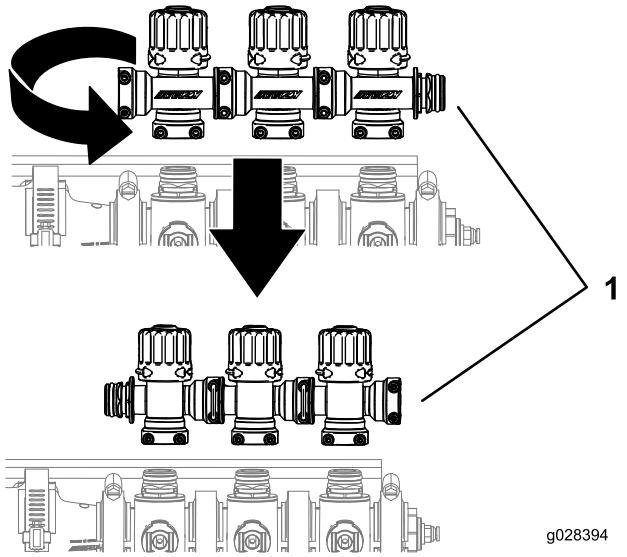

Figura 5
- Ruotate il gruppo di regolazione bypass di 180 gradi come illustrato in Figura 5.